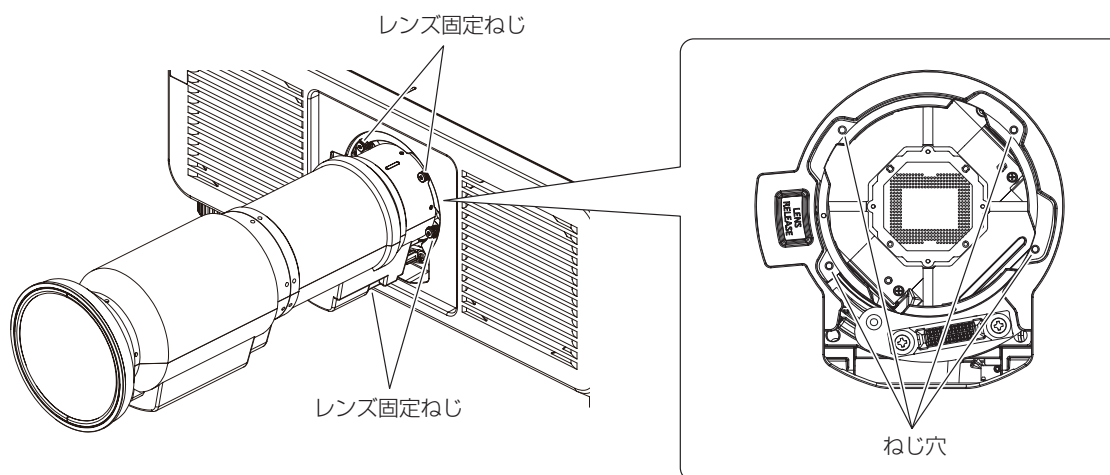

図4
4) レンズ固定ねじで、投写レンズを固定する（図 4） （ET-C1U100 のみ）